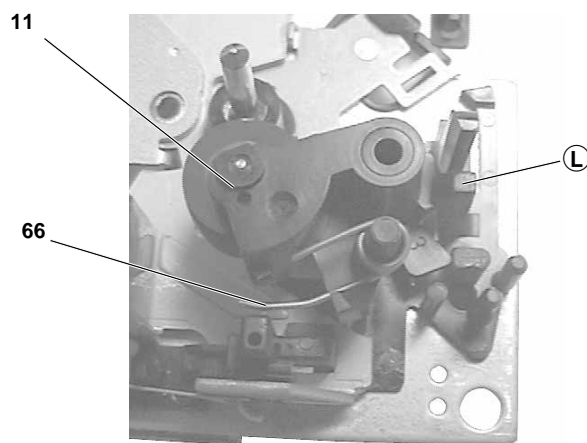

Fig. 14
- Rastnase L (Fig. 14) ausrasten und die Andruckrolle 11 mit der Drehfeder 66 abziehen.
- Disengage the locking lug L and pull out the pressure roller 11 with the torsion spring 66 (Fig. 14).